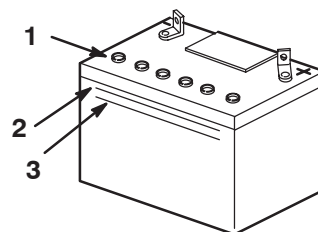

Figure 33
2. Observez le côté de la batterie. Le niveau de l'électrolyte doit atteindre le trait supérieur (Fig. 33). Ne laissez pas l'électrolyte descendre en dessous du trait inférieur (Fig. 33).
3. Enlevez les bouchons d'aération de la batterie (Fig. 33).
4. Versez de l'eau distillée avec précaution dans chaque élément jusqu'au repère supérieur (Fig. 33) sur le côté de la batterie.
5. Attendez cinq à dix minutes après avoir rempli les éléments. Ajoutez de l'eau distillée au besoin, pour amener le niveau au repère supérieur (Fig. 33) sur le côté de la batterie.